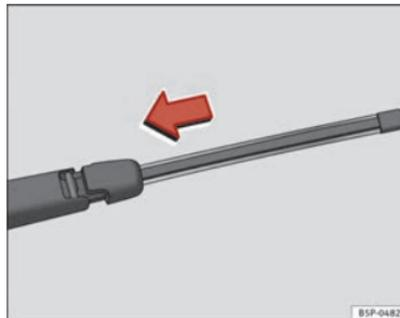

Fig. 133 Colocar la escobilla de limpiaventana ▶
- Sitúe la escobilla, tal como se indica en la ⇒ fig. 133 y deslice el adaptador hasta que encastre.